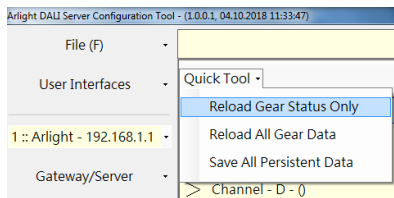

Рисунок 8
7. Нажмите Quick Tool и выберите пункт Reload Gear Status Only для сканирования шин DALI и обнаружения устройств (Рисунок 8).